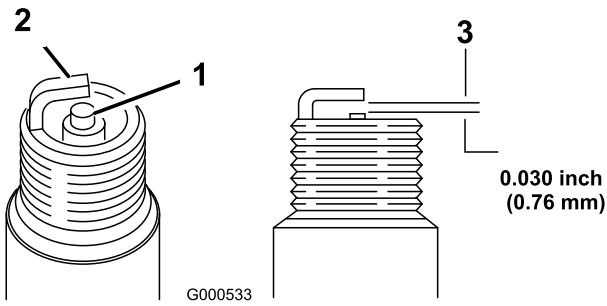

图43
1. 查看火花塞的中心（图43）。
2. 检查中心电极与侧电极之间的空隙（图43），如果空隙不正确，则弯转侧电极。